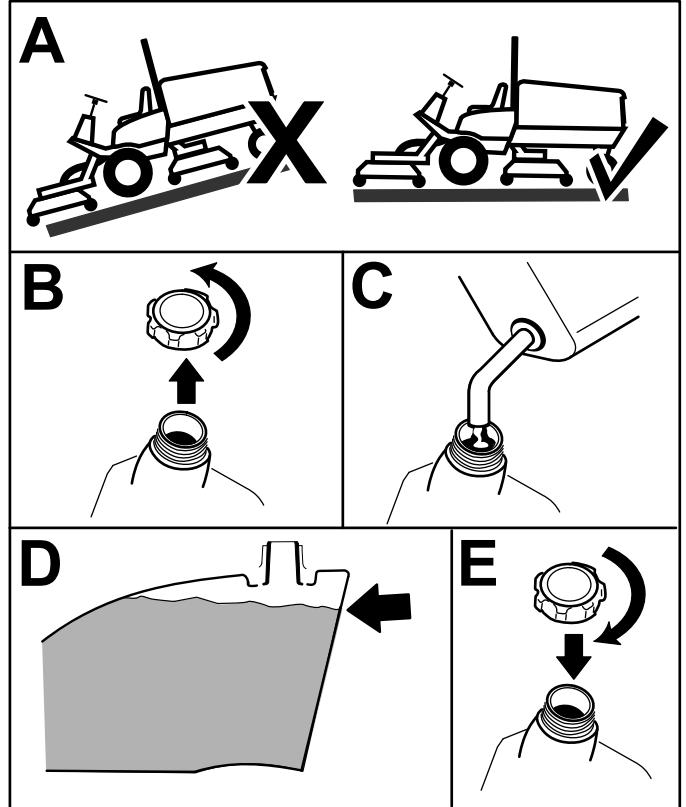

Figura 15
1. Parcheggiate la macchina su terreno pianeggiante (Figura 15).
2. Togliete il tappo dal serbatoio carburante (Figura 15).
3. Riempite il serbatoio fino a quando il livello del carburante si trova 6–13 mm sotto la base del bocchettone di riempimento (Figura 15).
4. Dopo aver riempito il serbatoio, serrate a fondo il tappo (Figura 15).